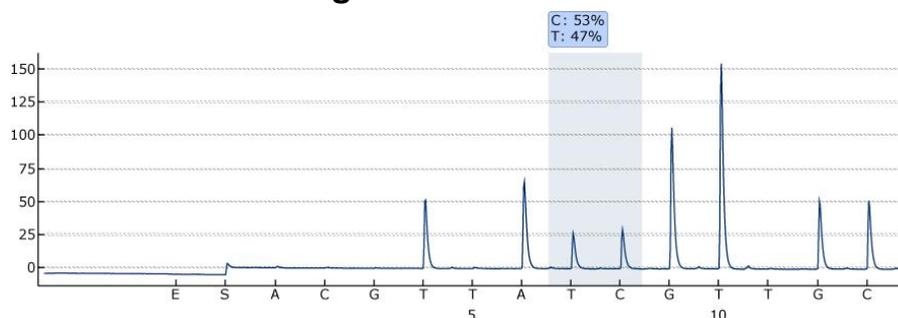

Figura 11. Pirograma de la serie analítica 3.
49. Abra la serie analítica en el software PyroMark Q24 MDx y analice todos los pocillos. El patrón de picos debería tener un aspecto similar al mostrado en la figura 11.